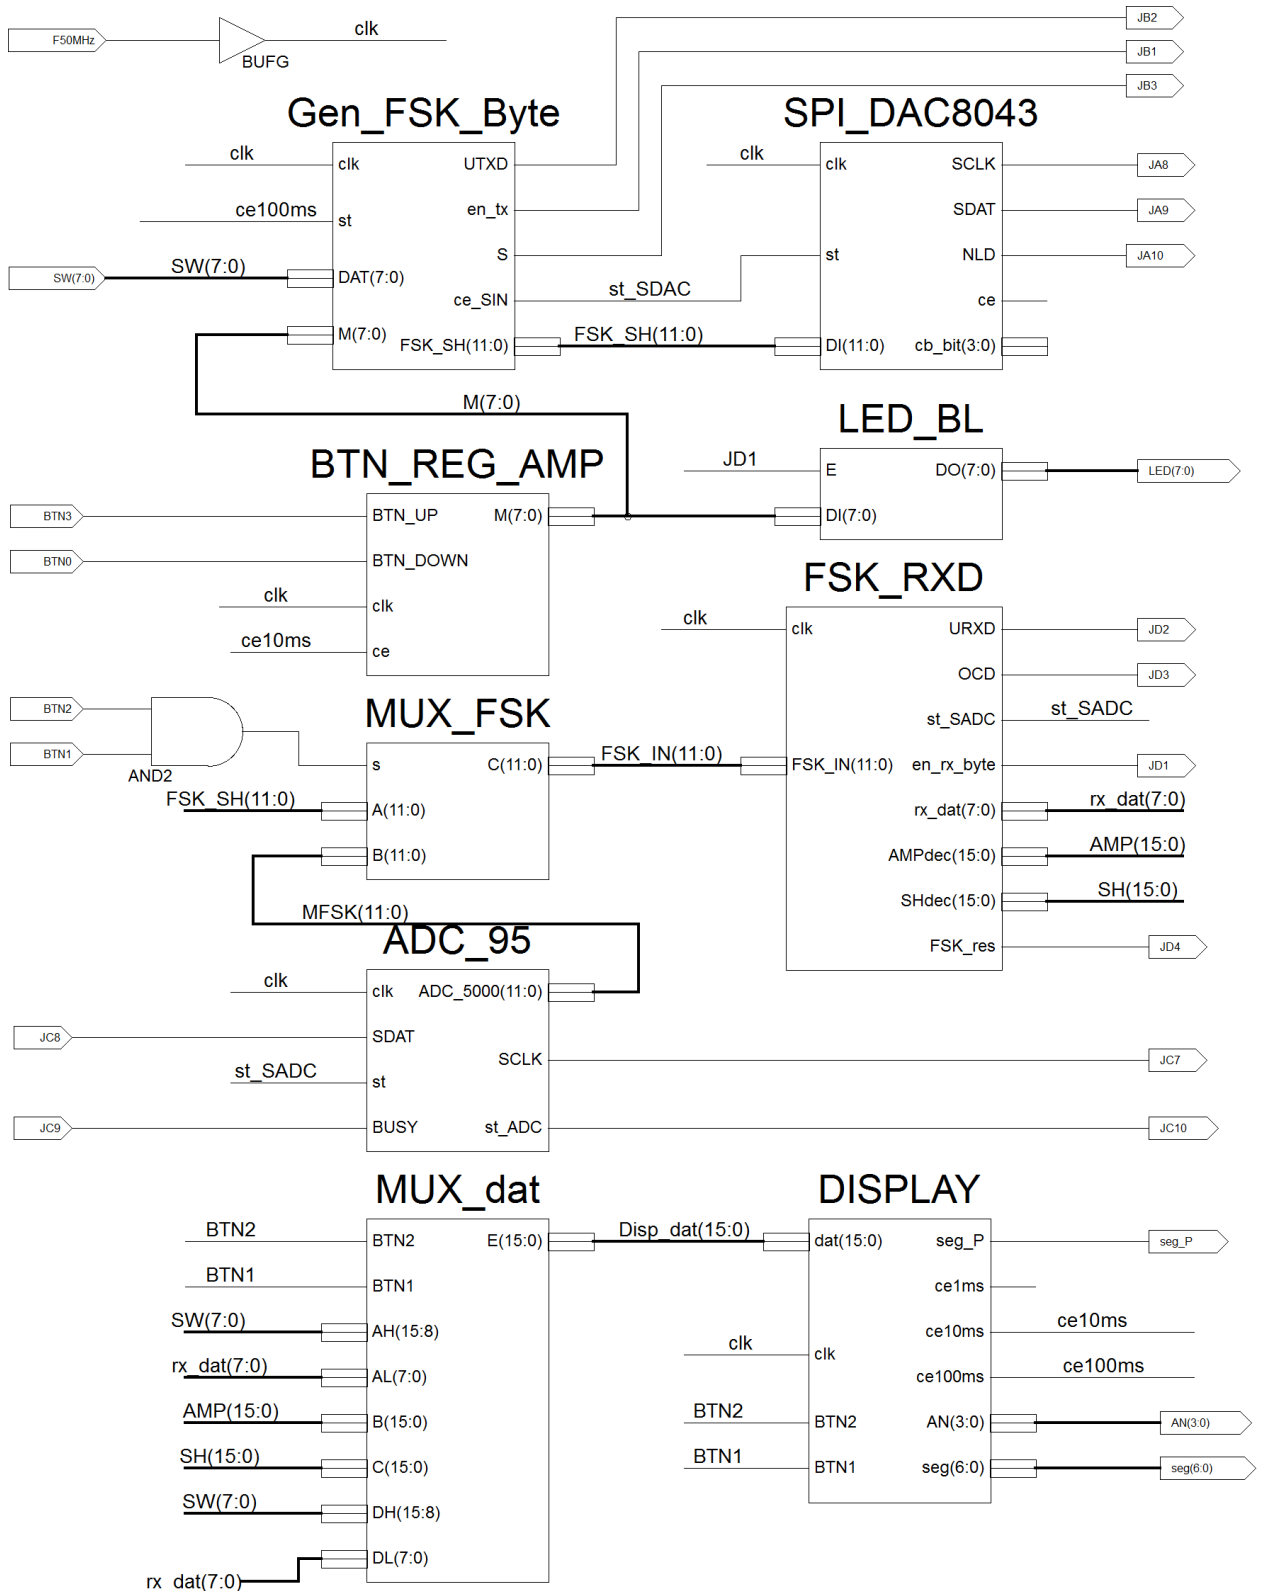

Рис. 3 Схема лабораторной работы S\_Sch\_Lab414\_T95
Для схемы **S\_Sch\_Lab414\_NS** (рис.3) дополнительно создать модули и символы:
**5.1** Создать лист схемы **S\_Sch\_Lab414\_T95** (New Source - Schematic). Из созданных символов составить схему рис.3. Выполнить синтез (Synthesize - XST), исправить ошибки.